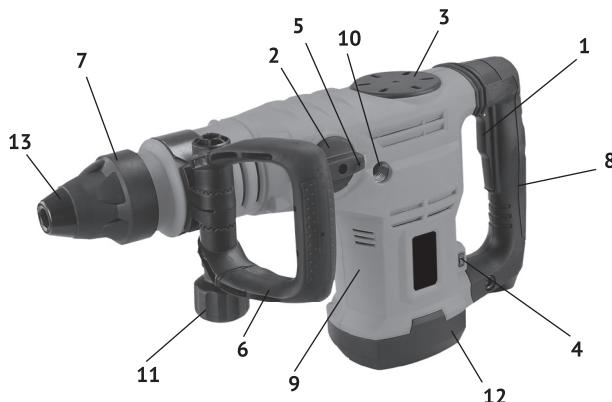

рис. 1
1.3 Основные узлы молотка (двигатель, редуктор и ударный механизм) расположены в пластиковом корпусе (рис.1 поз.9).
Крутящий момент с якоря электродвигателя, расположенного вертикально, через систему шестерён, передаётся на кривошипно-шатунный механизм. Кривошипно-шатунный механизм приводит в действие ударный узел молотка, и энергия удара передаётся на патрон. В зависимости от вида выполняемой работы, в патрон SDS – max вставляется необходимая насадка (пика, долото) с соответствующим хвостовиком. Дополнительная рукоятка передняя (рис.1 поз.6) хомутом крепится на передней, цилиндрической части корпуса. Фиксируется рукоятка гайкой (рис.1 поз.11), в любом положении (от 0° до 360°), что удобно пользователю, как «правше», так и «левше».
1.4 Клавиша выключателя (рис.1 поз.1) расположена в передней части рукоятки (рис.1 поз.8), крепящейся к корпусу молотка (рис.1 поз.9). При необходимости, к корпусу молотка можно прикрутить боковую рукоятку (рис.1 поз.10), справа или слева.
Сверху, на корпусе молотка расположено окно смазки редуктора, закрытое крышкой (рис.1 поз.3). Перед каждым использованием инструмента, ключом (входит в комплект поставки) отвернуть крышку, проверить наличие смазки на кривошипно-шатунном механизме, при необходимости добавить из ёмкости, входящей в комплект.
Слева на корпусе редуктора молотка расположен переключатель режимов работы (рис.1 поз.2). Он фиксируется в одном из двух положений, отмеченных символами: «молоток» - долбление (без вращения) и «кружок» - стопор ствола. Нажав фиксатор (рис.1 поз.5) в торце ручки переключателя, поворотом ручки со стрелкой, совместить с нужным символом. Достигнув нужного положения, фиксатор возвращается в исходное положение, закрепляя ручку в выбранном положении.
В нижней части корпуса, со стороны рукоятки, расположен диск регулятора оборотов двигателя (рис.1 поз.4). Он регулирует скорость вращения якоря двигателя и частоту ударов рабочего инструмента.
Общий вид молотка представлен на рис. 1
При замене рабочих насадок следите за тем, чтобы колпачок (рис.1 поз.13), защищающий патрон от попадания пыли, не был повреждён.
- вращением гайки-фиксатора, ослабить хомут передней рукоятки (рис.1 поз.6);
- установить хомут на цилиндрическую часть корпуса молотка перед патроном (рис.1 поз.9);
Боковая дополнительная рукоятка, при необходимости, прикручивается в одно из двух отверстий (рис.1 поз.10) корпуса молотка.
В зависимости от обрабатываемого материала и установленного рабочего инструмента, регулятором (рис.1 поз.4) устанавливается необходимая частота ударов инструмента.
- при работе в режиме долбление, переключатель (рис.1 поз.2) в положении «МОЛОТОК».
- при замене насадок в патроне переключатель (рис.1 поз.2) в положении «кружок»
3.2 Для замены щёток необходимо открутить крышку корпуса молотка (рис.1 поз.12). Щётки следует заменять парой для обеспечения равной степени их давления на коллектор якоря.